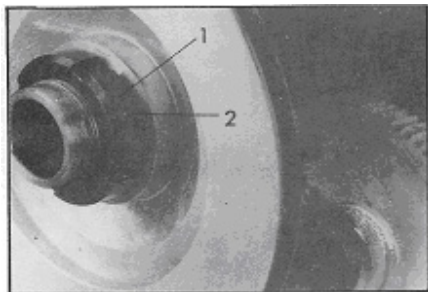

Рис. 24
Освободите резьбовой штифт (1, Рис. 24). Осторожно вытащите гайку с канавкой (2), используя специальный ключ.